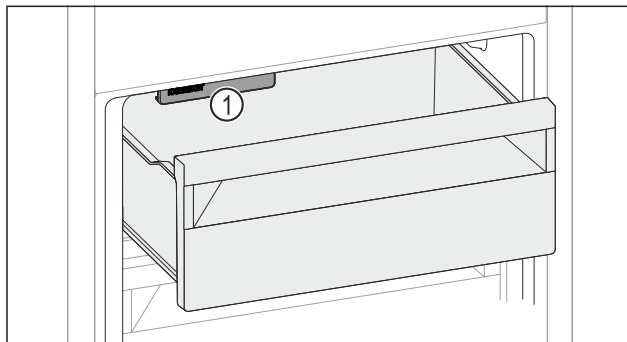

Fig. 217
- Luați în considerare IceMaker Fig. 217 (1).